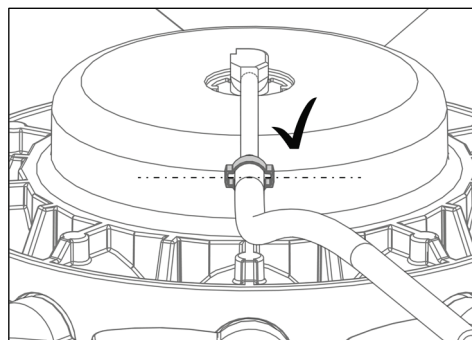

Fig. 18
- 10) Positionner le collier à 2 oreilles, comme représenté sur la Fig. 18.